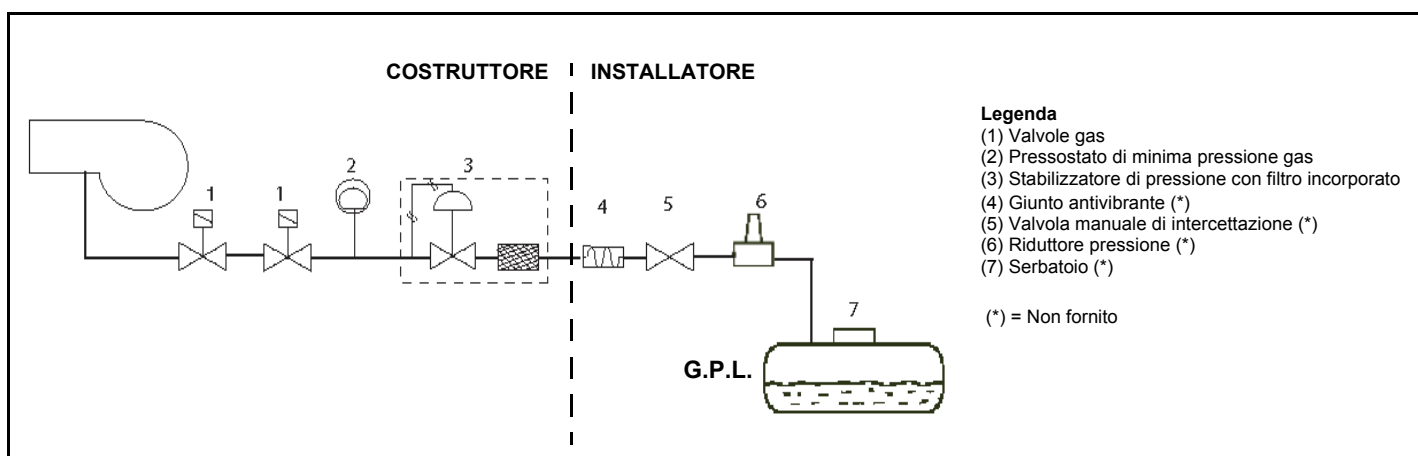

Fig. 7
**ATTENZIONE:** una volta montata la rampa secondo lo schema riportato in Fig. 7, deve essere effettuata la prova di tenuta del circuito gas, secondo le modalità previste dalla normativa vigente.